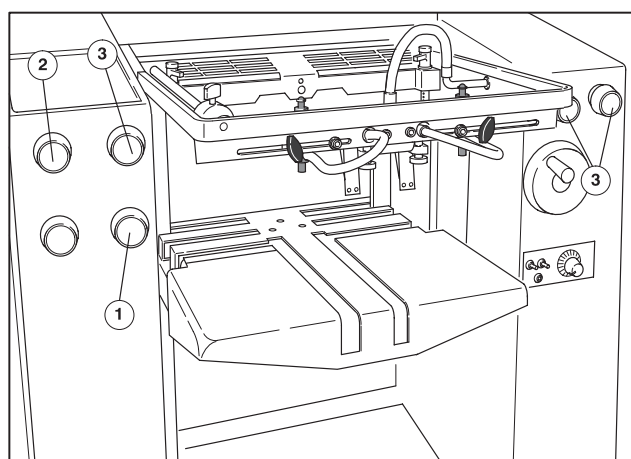

Рис. 42 Регулировка раздува/присоса
- ❷ **Высота стапеля:** вращать поворотную ручку для установления высоты стапеля (Рис. 42/❶) до упора вправо (максимальная высота стапеля).
- ❸ Установить поворотные ручки регулировки раздува (Рис. 42/❸) и присоса (Рис. 42/❷) на максимальные значения.